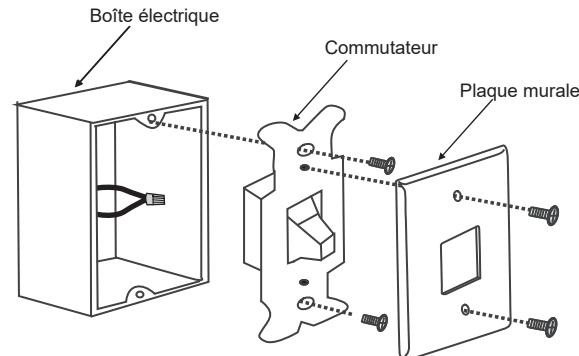

Fig. 23
Étape 1. Retirer la plaque murale existante et l'ancien interrupteur de la boîte électrique murale. Connecter les conducteurs NOIR (charge) ensemble à l'aide d'un écrou de connexion et les pousser délicatement dans la boîte de connexion. (**Fig. 23**)